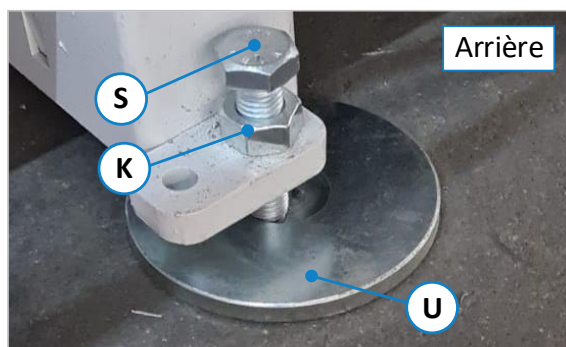
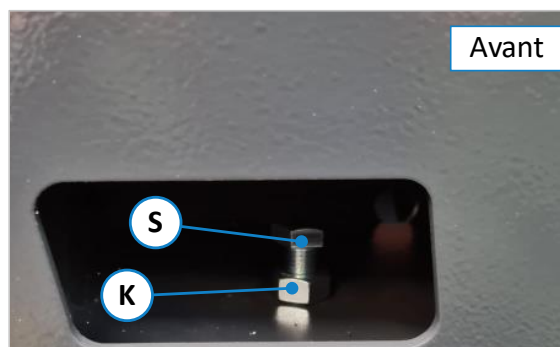

Figure 11 : vis de nivellement à l'arrière (cas général)
Figure 12 : vis de nivellement avant (cas exceptionnel)
Lors de la mise en place, la machine doit être alignée correctement avec un niveau à bulle (0,1 mm/ 1 m). Pour cela, la machine dispose à l'arrière (⇒ Figure 11) de 2 pieds réglables avec les vis de réglage correspondantes (S) ainsi que de 2 rondelles (U) pour le support. En **cas général**, la face avant de la machine repose à plat sur les deux socles. N'effectuez ici des nivellements que dans des **cas exceptionnels** (par ex. si le sol est très irrégulier).
1. Avant de poser la machine, abaissez-la d'abord sur le sol jusqu'à ce que les deux plaques rondes (U) représentées sur ⇒ Figure 11 puissent être placées au centre sous les vis (S).
2. Ce n'est que dans ce cas exceptionnel que les vis de réglage avant (voir ⇒ Figure 12) sont également nécessaires pour la mise à niveau. Elles ne sont toutefois accessibles que si la tôle frontale avant a été démontée au préalable.
3. Avant de procéder au réglage, soulevez la machine sur l'avant jusqu'à ce que les deux plaques rondes (U) puissent être placées de manière centrée sous les vis de réglage (S).
4. Desserrer ensuite les quatre contre-écrous (K) représentés sur ⇒ Figure 12 et ⇒ Figure 11 et ajuster la hauteur au niveau des quatre vis (S) jusqu'à ce que la machine soit uniformément nivelée.